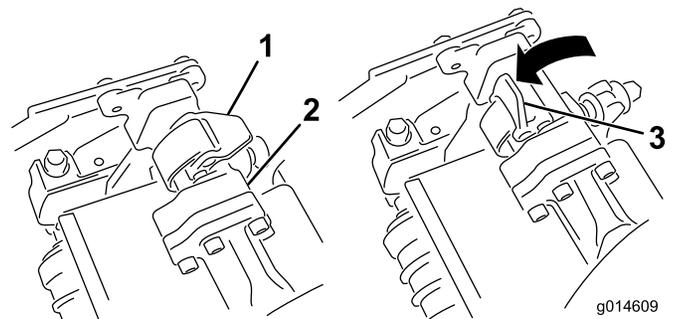

Figure 33
5. Fermez les verrous autour de la barre du plateau de coupe et bloquez-les en place (Figure 33).
5. Ouvrez les verrous sur la barre du bras de suspension appartenant au plateau de coupe que vous voulez déposer (Figure 33).